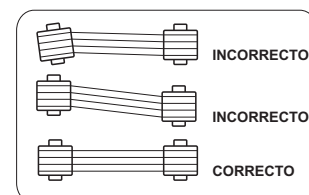

FIGURA 20
- C. Verifique que la tensión de la correa (Figura 19) y su alineamiento (Figura 20) para equipos CSV 15 y CSV 20, la tensión o peso de 4,0 kg en el punto medio cede de 3/8" a 1/2". Para verificar la deflexión, remueva el protector de la correa 20. Después de la inspección fije el protector.